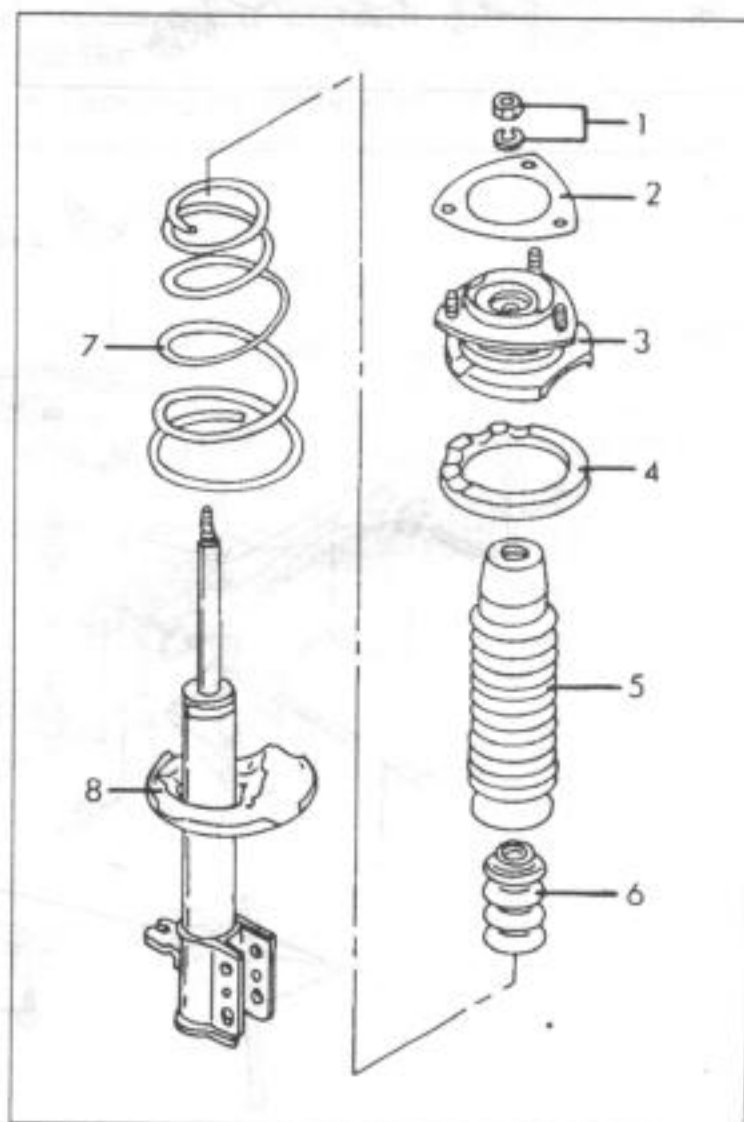

Рис.201.
На рис.201 показаны детали, на которые можно разобрать амортизационную стойку, т. е. только эти детали можно заменять:
- Натяжное устройство одеть вокруг витков пружины, как это было показано на рис.182 для передней пружины, и полностью отвинтить гайку в середине амортизационной стойки. Снять все показанные на рис.201 детали.
- Показанные на рис.201 детали одеть на амортизационную стойку.